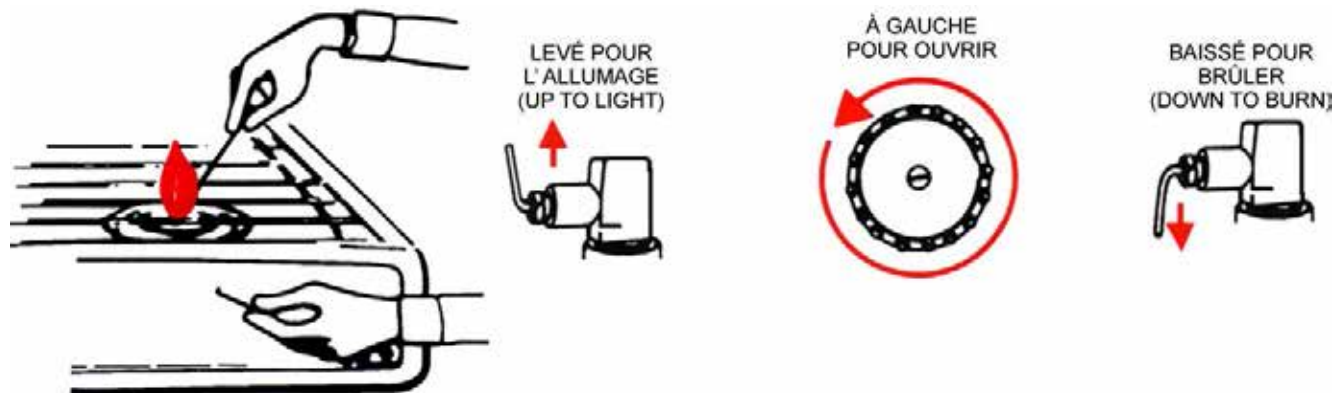

Figure 10 Allumage du brûleur principal
3. Tenir une allumette allumée près du brûleur principal (voir la figure 10).
4. Tourner le levier d'allumage instantané à la position LEVÉ POUR L'ALLUMAGE (UP TO LIGHT) (voir la figure 10).